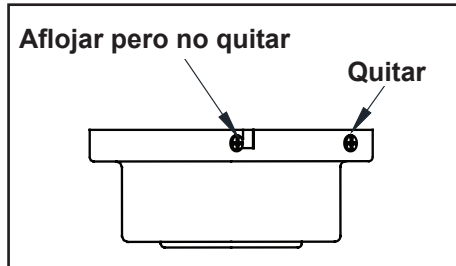

Figura 6
2. Retira el soporte de montaje de la cubierta aflojando los cuatro tornillos en la parte superior de la cubierta. Quita los dos tornillos sin ranura y afloja los tornillos ranurados. Esto te permitirá retirar el soporte de montaje (Figura 6)
2. Retire la placa de montaje de la marquesina desenroscando los cuatro tornillos ubicados en la parte superior de la marquesina. Retire los dos tornillos de cabeza sin ranura y desenrosque los tornillos de cabeza con ranura. Asi se podra retirar la placa de montaje. (Figura 6)